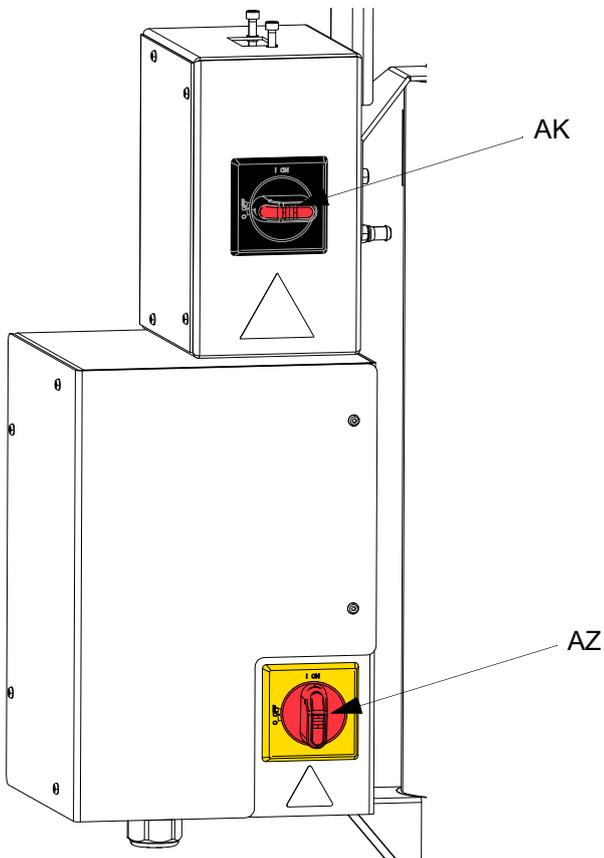
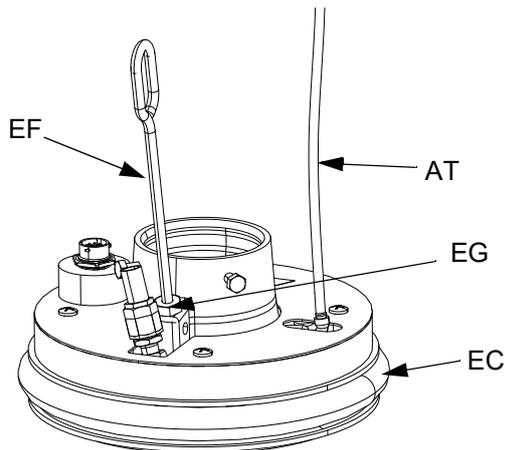

FIG. 37. Desligar a alimentação
FIG. 40
Se a base (AD) não sair da tampa facilmente quando levantar a bomba, o tubo de assistência do ar (AT) ou a válvula de verificação (416) pode ser ligada. Uma válvula ligada evita que o ar alcance o lado da placa para assistir ao levantar da tampa. Consulte a FIG. 40 na página 44.
1. Desligue a corrente do motor elétrico (AB):
- a. Se estiver a utilizar um sistema de abastecimento de êmbolo simples ambiente, desligue o interruptor de desativação vermelho (AZ). Consulte a FIG. 37.
- b. Se estiver a utilizar um sistema de abastecimento de êmbolo simples aquecido, desligue o interruptor preto da caixa de derivação (AK). Consulte a FIG. 37.
- c. Ao usar um sistema de abastecimento do êmbolo de tandem ambiente, desligue o interruptor vermelho da caixa de derivação (AK) apenas na unidade de abastecimento do êmbolo que requer mudança de tambor. Consulte a FIG. 37.
- d. Ao usar um sistema de abastecimento do êmbolo de tandem aquecido, desligue o interruptor de desativação (AZ) apenas na unidade de abastecimento do êmbolo que requer mudança de tambor. Consulte a FIG. 37.